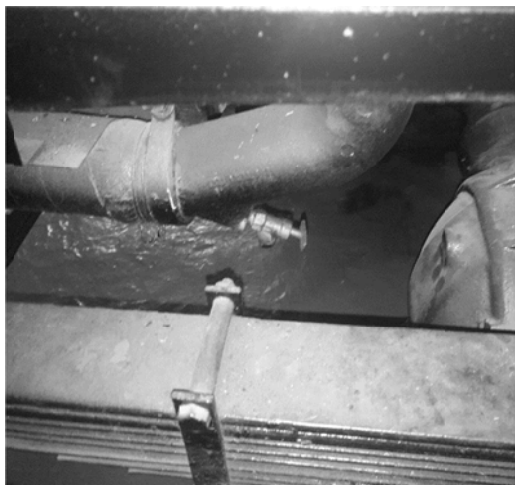

Рис. 4.1. Кран слива охлаждающей
5.1. Слейте жидкость из системы охлаждения двигателя через кран радиатора (рис. 4.1) и через краны теплообменника и насосного агрегата предпускового подогревателя при открытом кране отопителя, предварительно сняв пробку заливной горловины расширительного бачка. Закройте сливные краны	Посуда для жидкости